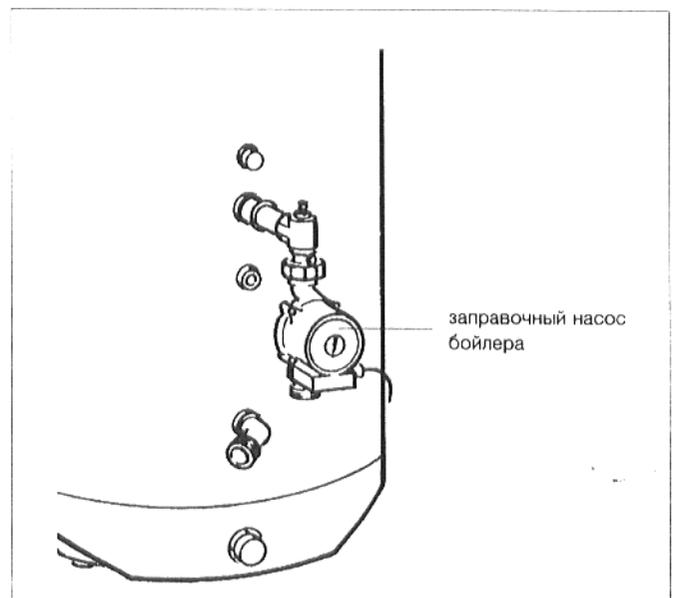

Рис. 5: подводящая линия бойлера с заправочным насосом
- Вложить уплотнения и произвести монтаж заправочного насоса к возвратному клапану. Направление подачи должно показывать вверх (рис. 5).